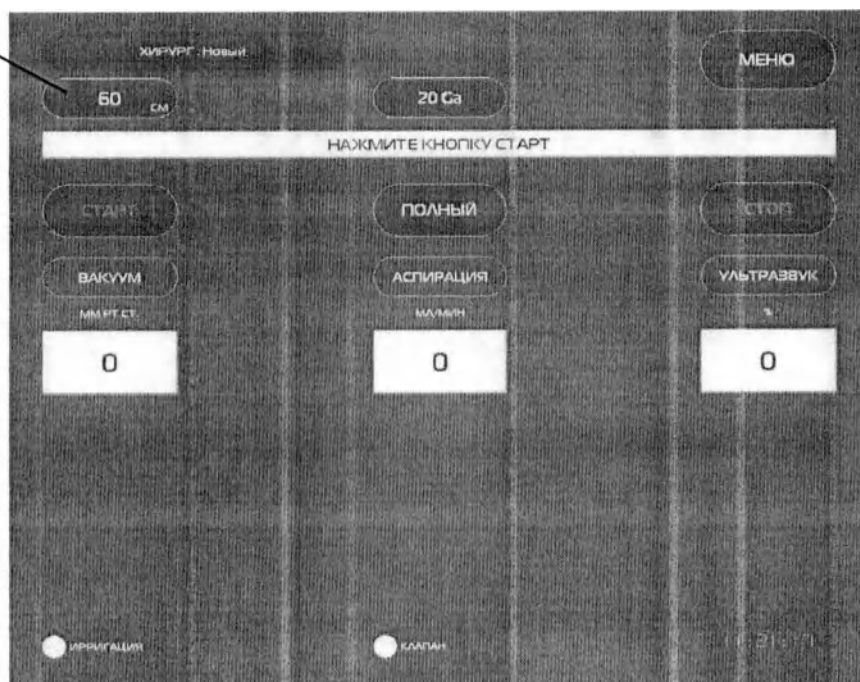
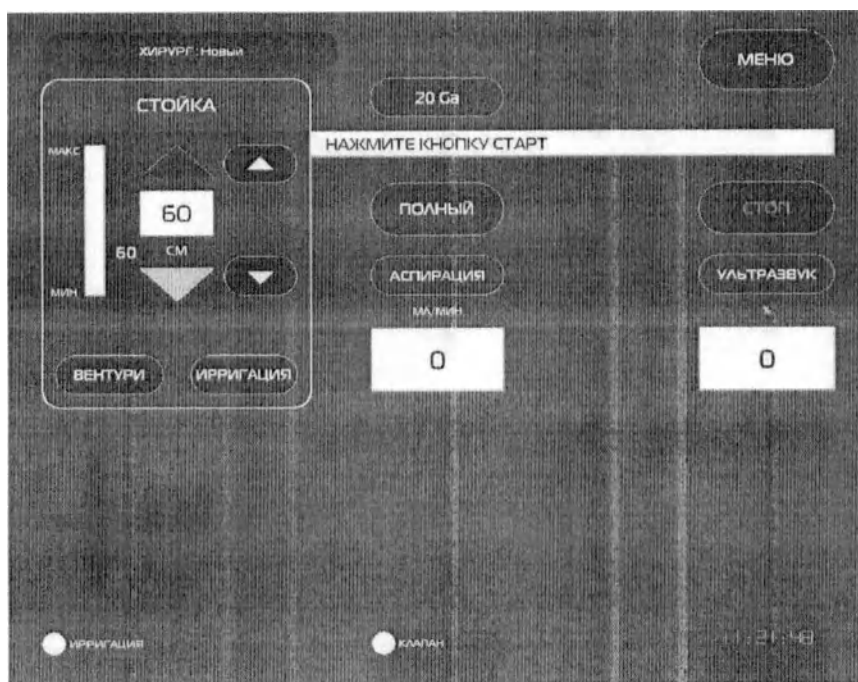

Рис. 14.3 – Панель «ТЕСТ».
Рис.14.4 – Панель «ТЕСТ» с окном «СТОЙКА».
Панель «ТЕСТ» (Рис. 14.3) предназначена для проверки и настройки следующих параметров:
- Клавиша-табло «СТОЙКА» (Рис. 14.3) – отображает высоту стойки и позволяет в появляющемся окне «СТОЙКА» (Рис. 14.4) управлять ирригационной стойкой и клапаном отсечки ирригации: